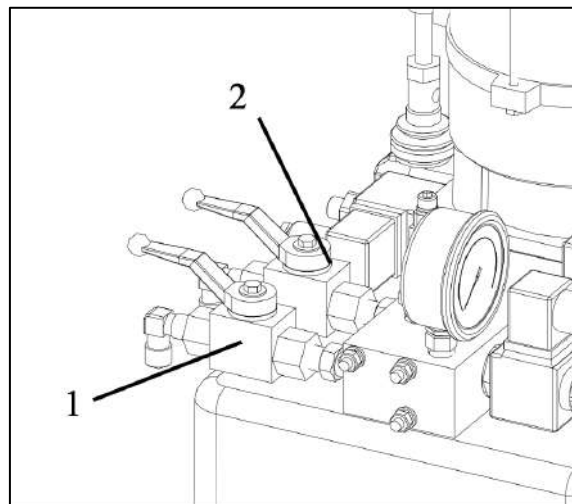

Fig. 10 - Indkøring og udluftning af lift
8. Drej knappen "MAIN/JACK" (fig. 9-1) til positionen . Åbn toppen af kontrolboksen og drej knappen "ADJ/WORK" (fig. 9-2) til positionen "WORK". Åbn fronten af kontrolboksen og luk de to kuglehane (fig. 10).
16. Luk for kuglehanen (B) på pumpeenheden (fig. 10) Sænk derefter begge kørebaner så langt ned som muligt ved at trykke på overstyringskontakten (fig. 9-3) samtidig med ned-knappen (fig. 9-5). Når liften stopper, åbnes kuglethane B uden at slippe knapperne, når kuglehanen åbnes, kører begge saxe i bund. Luk derefter kuglethane B, først nu må knapperne slippes.